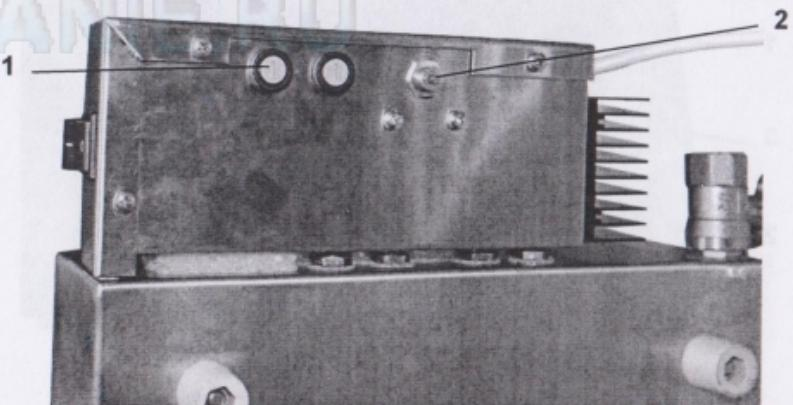

Рис. 2. Баня водяная LOIP LB. Вид снизу (фрагмент).
На нижней панели электронного блока (см. рис. 2) располагаются плавкие предохранители (1) и кнопка включения бани после срабатывания капиллярного термопредохранителя (2).
Баня оборудована защитой от перегрева при выкипании рабочей жидкости. Защита осуществляется при помощи капиллярного термопредохранителя с ручным включением. После срабатывания термопредохранителя необходимо отключить баню от сети электропитания, дождаться остывания нагретых частей, после чего нажать кнопку, расположенную на нижней панели электронного блока (см. поз. 2 на рис. 2). Перед последующим включением бани следует устранить причину перегрева (долить в ванну рабочую жидкость).